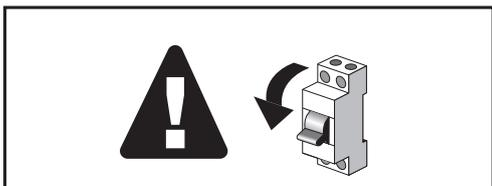

fig.1 Interruptor de rede
1. Desligar a alimentação eléctrica (fig. 1).